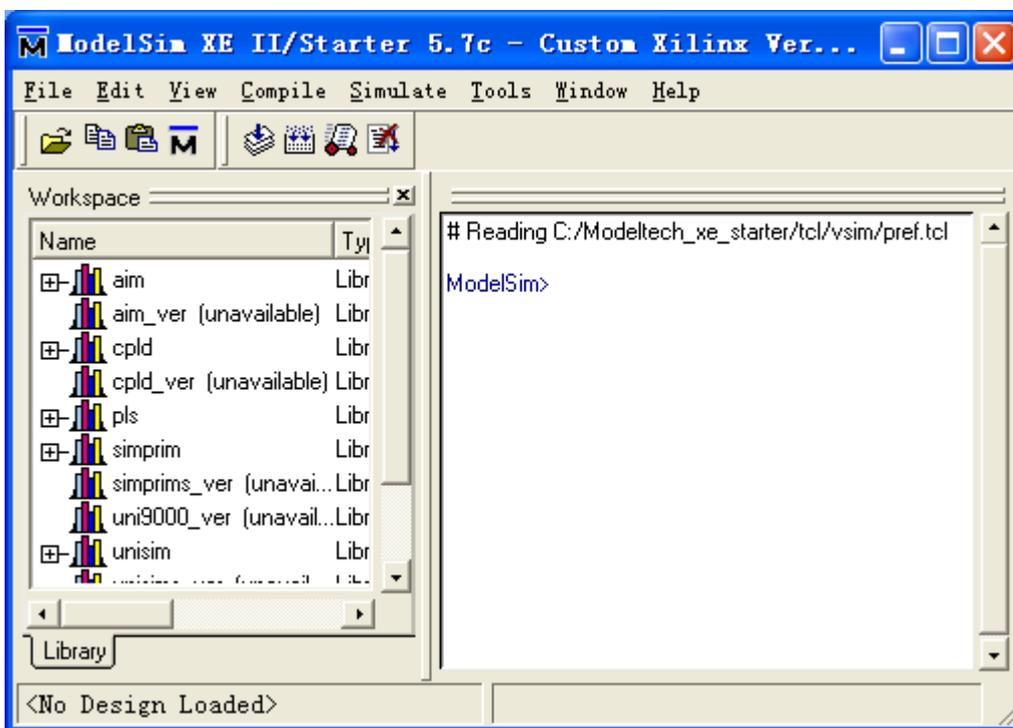

图 8-3-1 ModelSim 开始界面
- 1、 运行 ModelSim，方法是点击开始->程序->ModelSim XE II 5.7c->ModelSim 或双击桌面上的快捷方式，会出现如图 8-3-1 所示的界面，如果上一次使用 ModelSim 建立过工程，这时候会自动打开上一次所建立的工程；